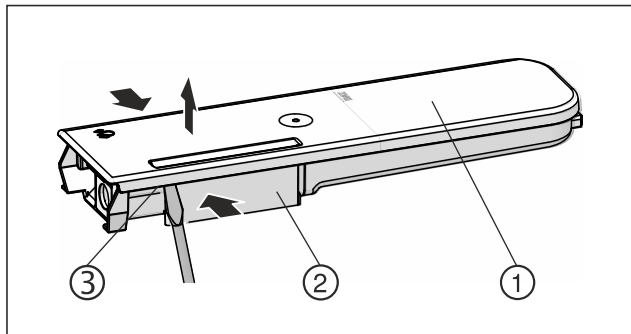

Fig. 165
- ▶ Stlačte nádrž na vodu Fig. 165 (2) k sobě a víko Fig. 165 (1) opatrně vypáče přes západky Fig. 165 (3) a vytáhněte nahoru.
- ▶ Víkem Fig. 165 (1) pohybujte lehce tam a zpět a sejměte jej nahoru.